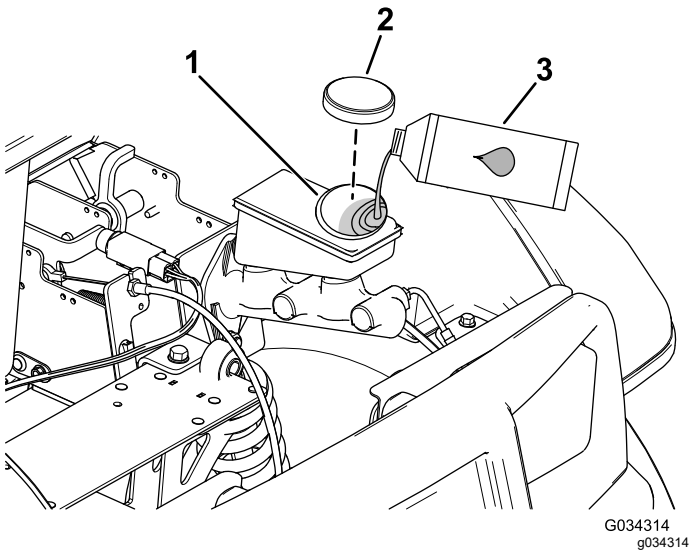

Figura 63
- Eleve el capó para acceder al cilindro del freno principal y al depósito (Figura 63).
- Limpie la zona alrededor del tapón del depósito y retire el tapón (Figura 63).
- Coloque el tapón del depósito (Figura 63).